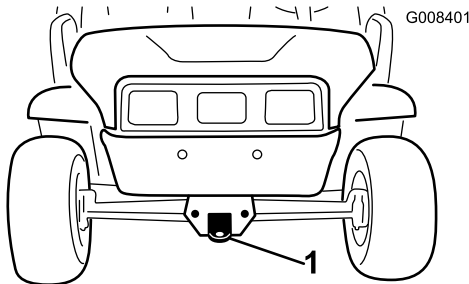
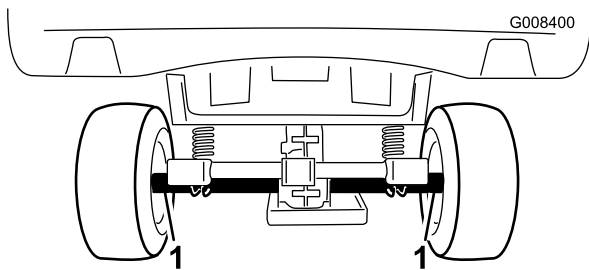

Figura 23
Figura 24
Usate un rimorchio per spostare la macchina su lunghe distanze. Accertatevi che la macchina sia ben fissata al rimorchio. Vedere Figura 24 e Figura 23 per conoscere la posizione dei punti di attacco sulla macchina.
2. Fissate una fune di traino al timone sulla parte anteriore del telaio della macchina (Figura 23).